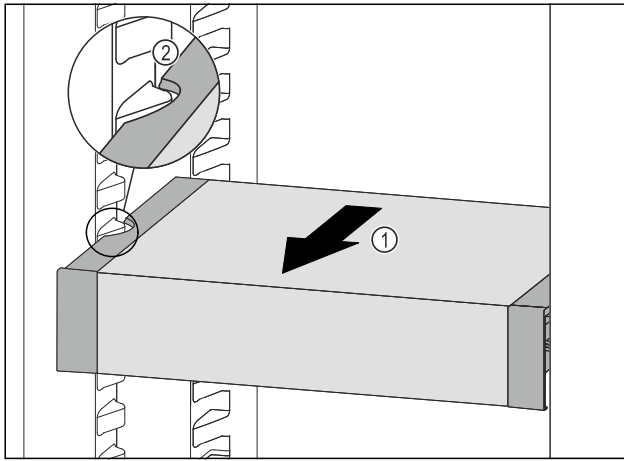

Fig. 115
- VarioSafe nach vorne ziehen Fig. 115 (1), bis sich die seitlichen Aussparungen des VarioSafes auf Höhe der Behälterrippe im Kühlteil befinden. Fig. 115 (2)